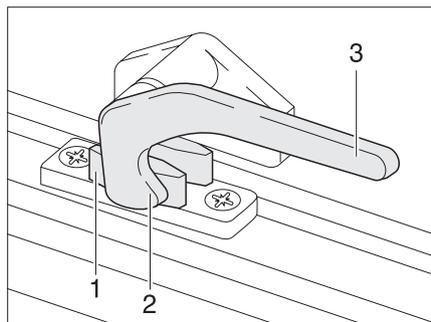
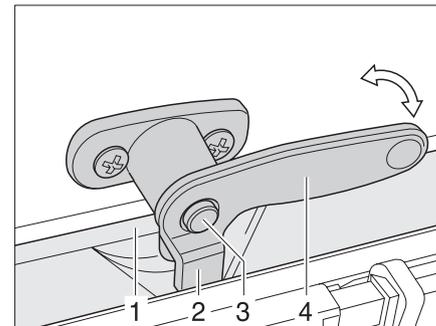

Fig. 18 Levier de verrouillage en position "Fermée"
Fig. 19 Levier de verrouillage avec bouton de sécurité en position "fermée"
- ▶ Si présent, enfoncer le bouton de sécurité (Fig. 19,3) et le maintenir enfoncé.
- ▶ Tourner le levier de verrouillage (Fig. 18,3 ou Fig. 19,4) d'un quart de tour vers le centre de la fenêtre.
- ▶ Tourner le levier de verrouillage (Fig. 18,3 ou Fig. 19,4) d'un quart de tour vers le cadre de la fenêtre. Le tenon de verrouillage (Fig. 18,2 ou Fig. 19,2) se trouve sur le côté intérieur du verrouillage de fenêtre (Fig. 18,1 ou Fig. 19,1).
- En position "Fermée" (Fig. 18)